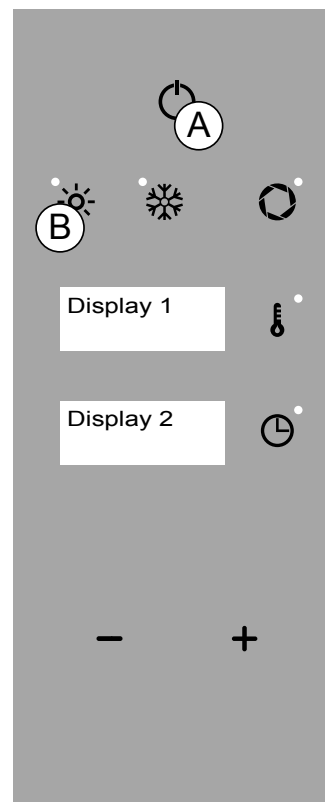

Fig.1
- Modalidad "APAGADO": visualización reloj (Fig.1 Pantalla 2).
- Modalidad "ESPERA": visualización nombre horno y reloj (Fig.1 Pantalla 1 y 2).
- Modalidad "MENÚ PRINCIPAL": función "CONVECCIÓN" activa (Fig.1/B), temperatura 180° C (Fig.1 Pantalla 1) y tiempo 0:00 (Fig.1 Pantalla 2).
En la modalidad "ESPERA" después de 15 minutos de inactividad el horno se coloca en la modalidad "APAGADO". En la modalidad "selección de la función" o "selección del parámetro", después de 5 segundos de inactividad, el horno guarda la función o el valor visualizado (Fig.1 Pantalla 1-2).
Una vez transcurrido el tiempo programado, aparece el mensaje "FIN" de modo intermitente (Fig.1 Pantalla 1-2).
Pulse dos veces la tecla "ON/OFF" (Fig 1/A) para volver a la modalidad de "ESPERA".